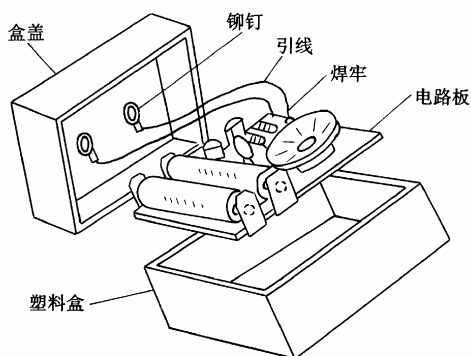

图 3-14
(14) 第五步, 改制外壳。可找一个适当大小的塑料小盒作为外壳, 在其盒盖上铆上两个铜铆钉作为测试接触点 A、B, 并用细软导线将两个测试接触点接入电路板的相应位置。再在盒盖上钻几个小孔作为出声孔。将电路板放入盒内, 盖上盒盖, 测谎器便制作完成了(见图 3-14)。